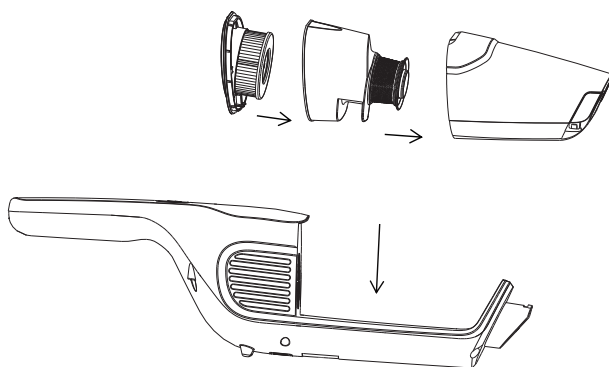

Fig. 6-5
5) Når støvkoppenheten er rengjort, setter du først filteret i filterdekselet og setter begge deler inn i støvkoppen. Etterpå installeres støvkoppen i den håndholdte enheten. (Se Fig. 6-5).